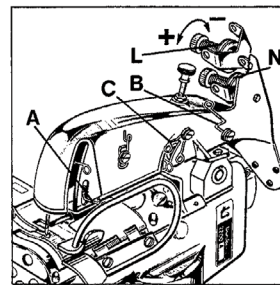

Fig.13
Set the needle thread take-up (A, Fig. 13) so that the needle thread contacts the hook (A) just when the needle thread loop leaves the looper point.
Stellen Sie den Nadelfadenzug (A, Fig. 13) so ein, daß der Nadelfaden den Haken (A) berührt, wenn die Nadelfadenschlinge die Greiferspitze verläßt.